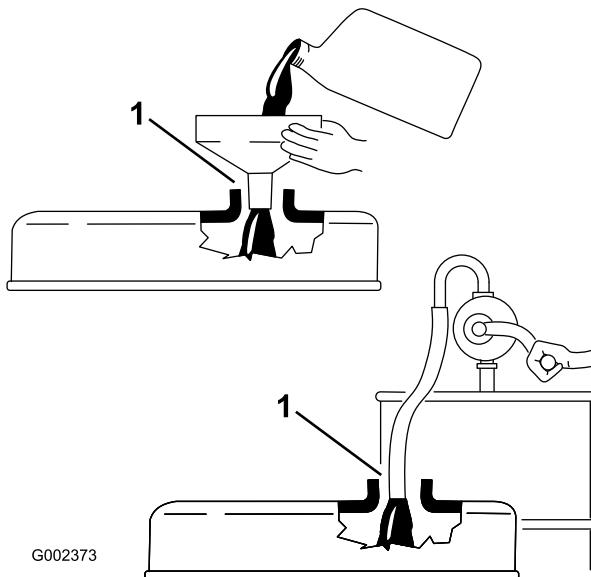

Bild 17
- Nehmen Sie bei einem niedrigen Ölstand den Fülldeckel (Bild 17) ab und gießen Sie genug Öl in die Öffnung, bis der Ölstand die Vollmarke am Peilstab erreicht.
Wichtig: Beim Auffüllen von Motoröl oder Einfüllen von Öl muss ein Abstand zwischen dem Öleinfüllgerät und dem Öleinfüllstutzen in der Ventilöffnung bestehen, siehe Bild 17. Dieser Abstand ist für die Belüftung beim